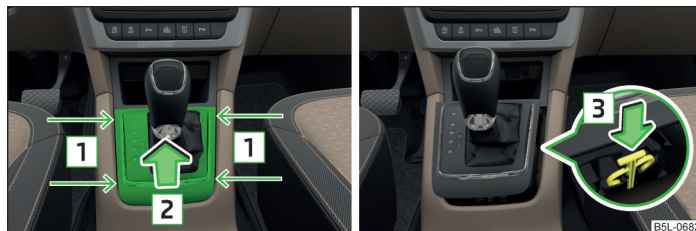

Fig. 189 Desbloqueo de emergencia de la palanca selectora
- Introduzca un destornillador plano en la hendidura en el área de las flechas **1** » fig. 189 y levante la tapa en el sentido de la flecha **2**.